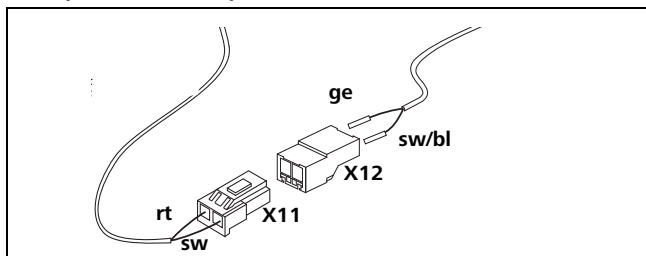

Fig. 40 Cablaggio del sensore di temperatura ambiente
V. Fig. 40 e schemi elettrici: